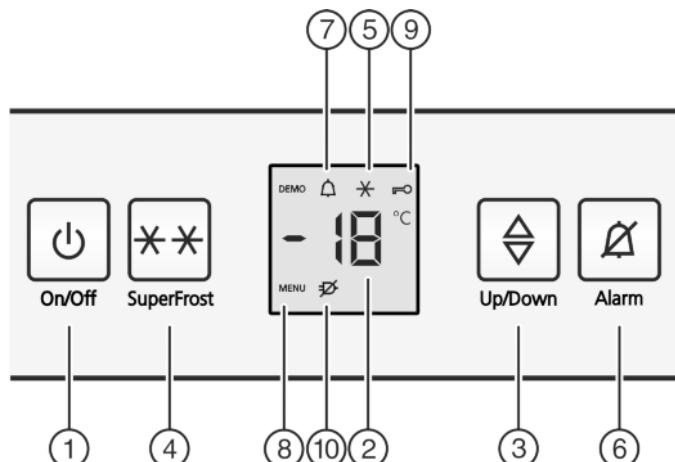

Fig. 2
- Вместе с индикацией температуры мигает символ «SuperFrost» Fig. 2 (5).*
- Нажать кнопку On/Off Fig. 2 (1).
- Устройство включено. Индикатор температуры и символ "Alarm" Fig. 2 (7) мигают, пока температура не станет достаточно низкой.
- Активация режима настройки: Нажмите кнопку SuperFrost Fig. 2 (4) и удерживайте ее прим. 5 секунд.
- На индикаторе будет отображаться символ «Меню» Fig. 2 (8).
- Для подтверждения нажать и отпустить кнопку «SuperFrost» Fig. 2 (4).
- На индикаторе горит символ «Защита от детей» Fig. 2 (9).
- нажмите и отпустите кнопку "On/Off" Fig. 2 (1).
- Символ «Защита от детей» Fig. 2 (9) гаснет.
► нажмите и отпустите кнопку "On/Off" Fig. 2 (1).
- Нажмите кнопку Alarm Fig. 2 (6).
Одновременно мигает индикация температуры и символ тревоги Fig. 2 (7).
Звуковой сигнал выключается автоматически, символ аварийного сигнала Fig. 2 (7) выключается и индикатор температуры перестает мигать, если температура снова становится достаточно низкой.